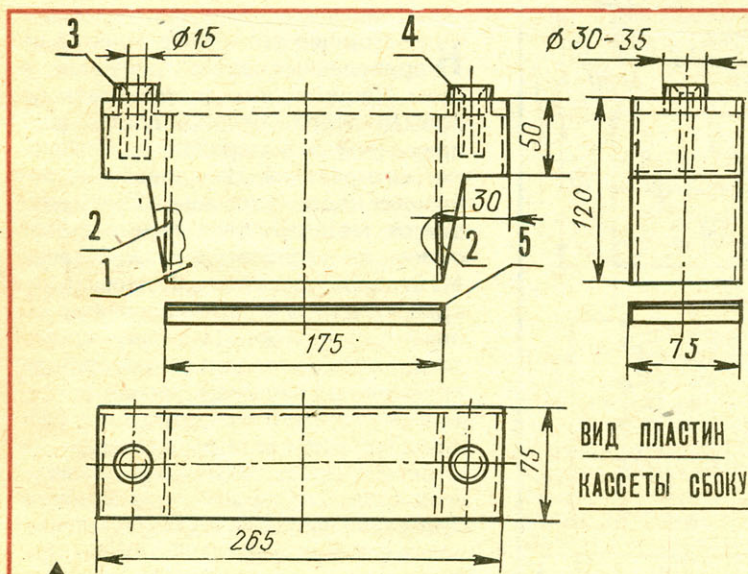

Рис. 1. «Бумажный» фотобачок: 1 — корпус, 2 — перегородки сливного и заливного отделений, 3 — заливная горловина, 4 — сливная горловина, 5 — прижимное дно.
**Рис. 1. Детская кроватка-колыбелька:** 1, 9 — царги спинок (березовые дощечки толщиной 22 мм), 2 — ножки (из черенков лопат,  $\varnothing 45$  мм), 3, 4 — продольные (боковые) бруски ( $40 \times 25 \times 800$  мм), 5 — деревянные стержни ( $\varnothing 15 \dots 16$  мм), 6 — дно (фанера толщиной 3 мм), 7 — опорные качалки (березовые дощечки, толщина 20 мм), 8 — шурупы ( $\varnothing 3$  мм).